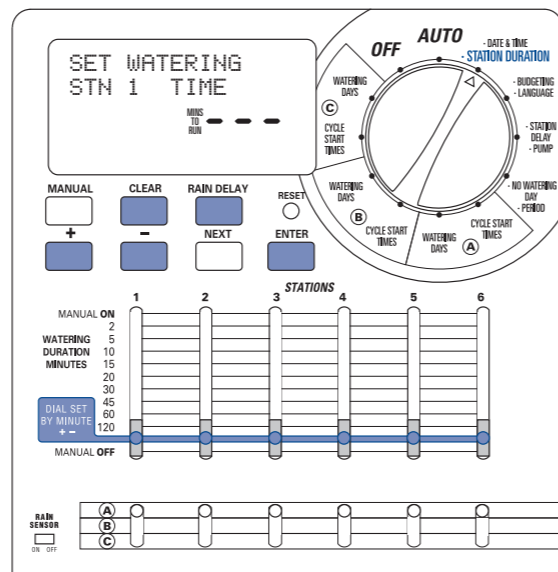

Figura 11:
- Spostare l'interruttore Water Duration (**Durata irrigazione**) in posizione **DIAL SET BY MINUTE** (Selettore impostato in base ai minuti) per ciascuna stazione. Sul display viene visualizzata una barra bianca continua. [Vedere la Figura 11]